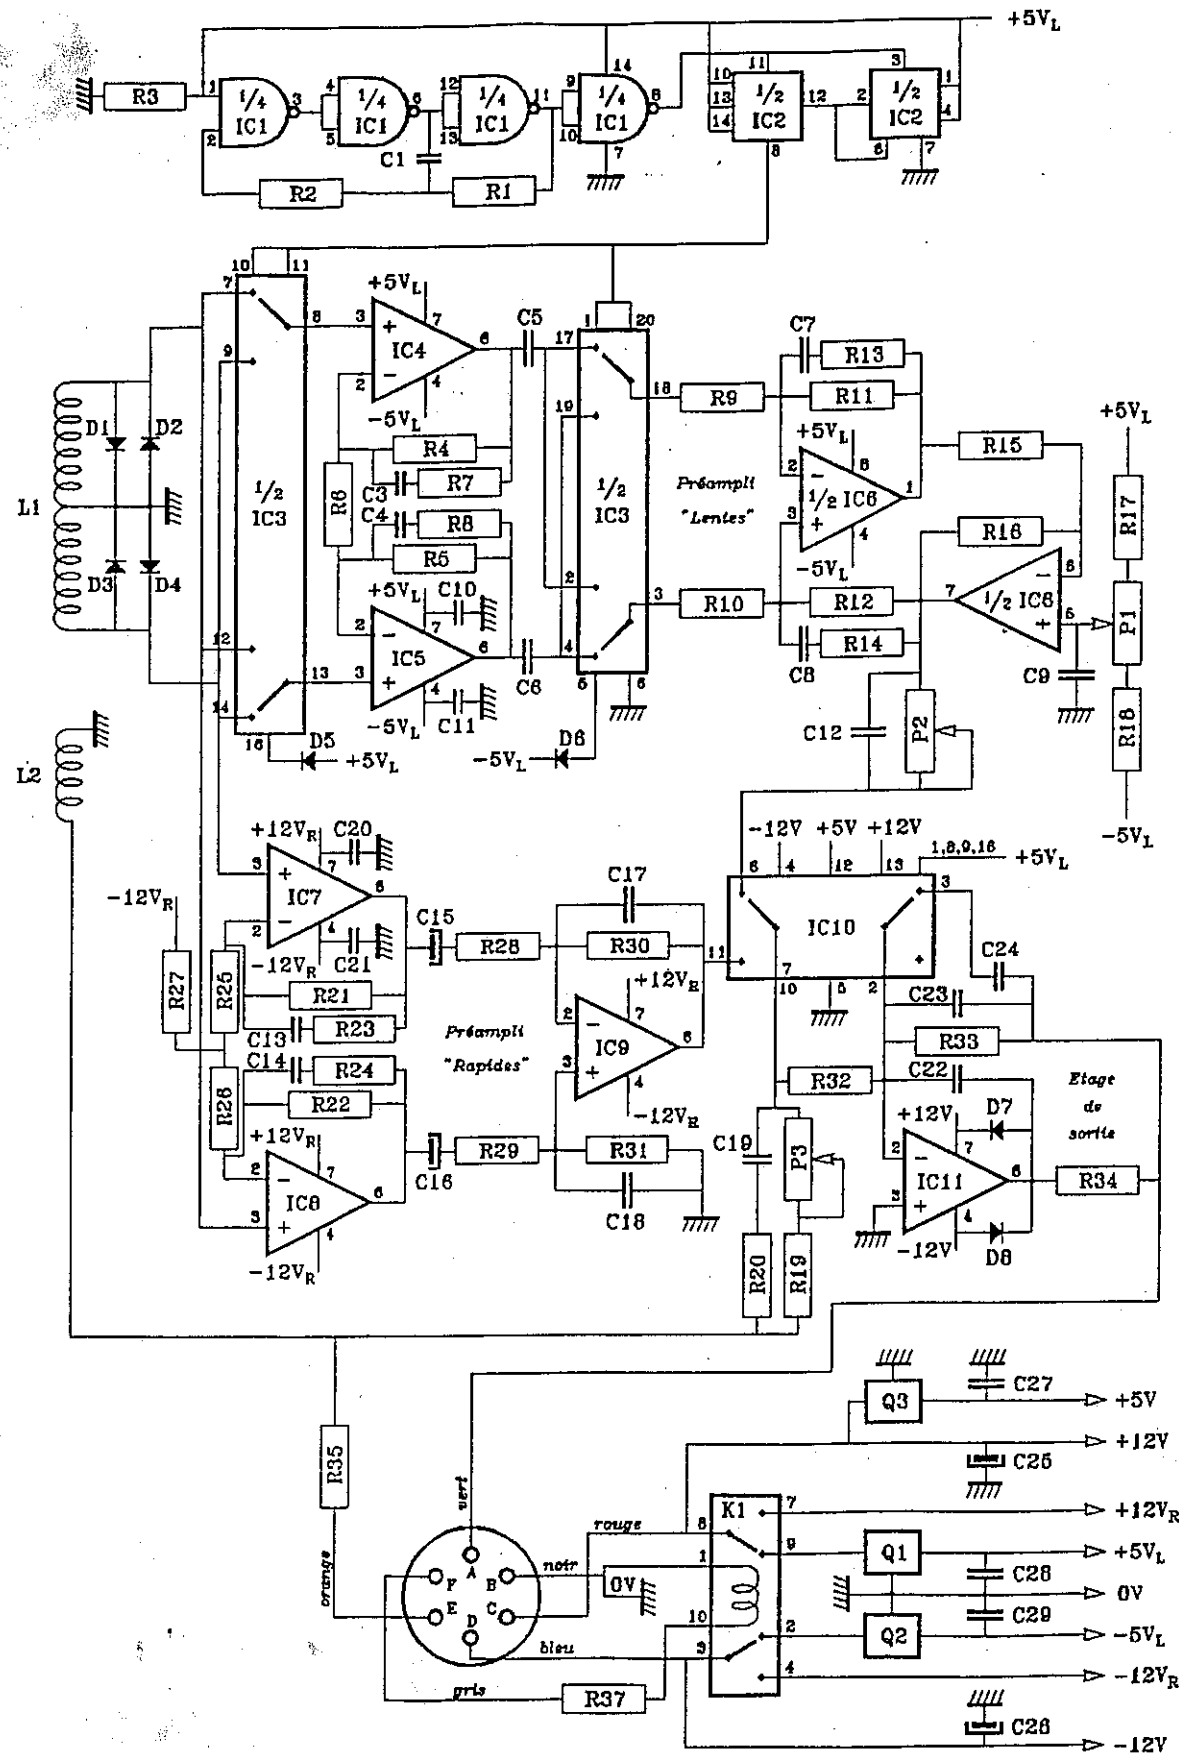

Fig.1- Capteur CM13 à commutation de gamme: Schéma de principe
- Contrôle et réglage éventuel des tensions en certains points du circuit (cf. fig.1 et 2): leurs valeurs nominales sont indiquées dans le tableau suivant: